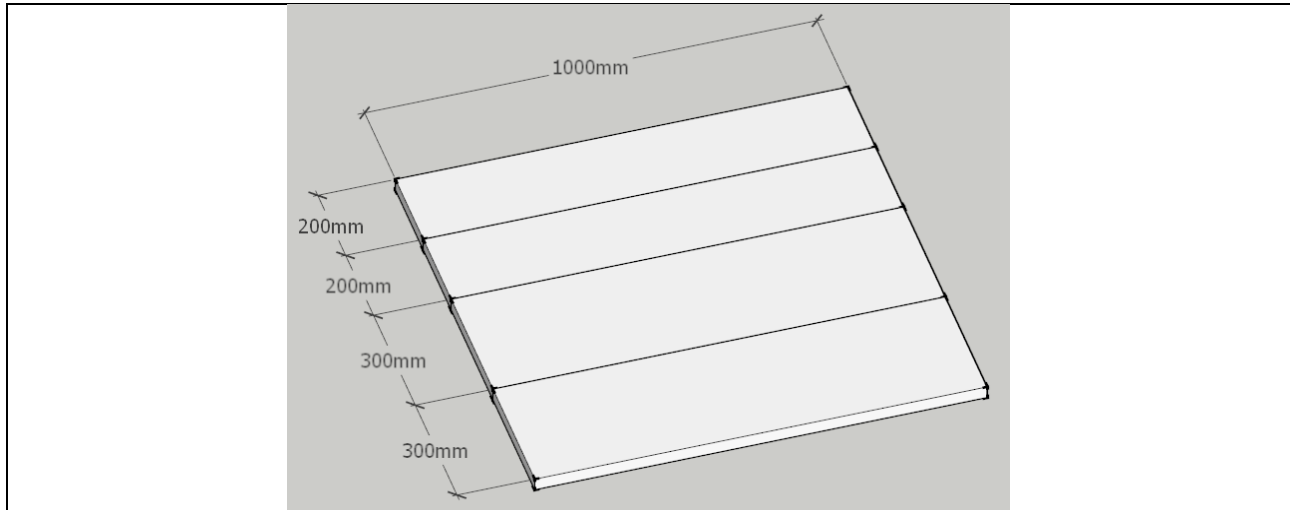

Figura 1: Plancha entera de poli-estireno expandido, con los 4 cortes marcado.
Paso 1: Se toma una de las planchas de poli-estireno expandido (telgopor) y se corta dos planchas de 20 centímetros y dos planchas de 30 centímetros como se observa en la figura 1, estas servirán para colocar en los laterales, el frente y la parte posterior del secadero.